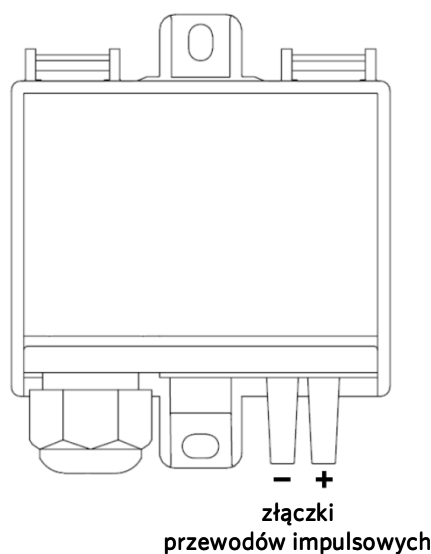

Rys. 1: Wymiary czujnika ciśnienia
- czujniki należy zamocować na śruby bezpośrednio do kanału powietrznego (patrz rys. 1).